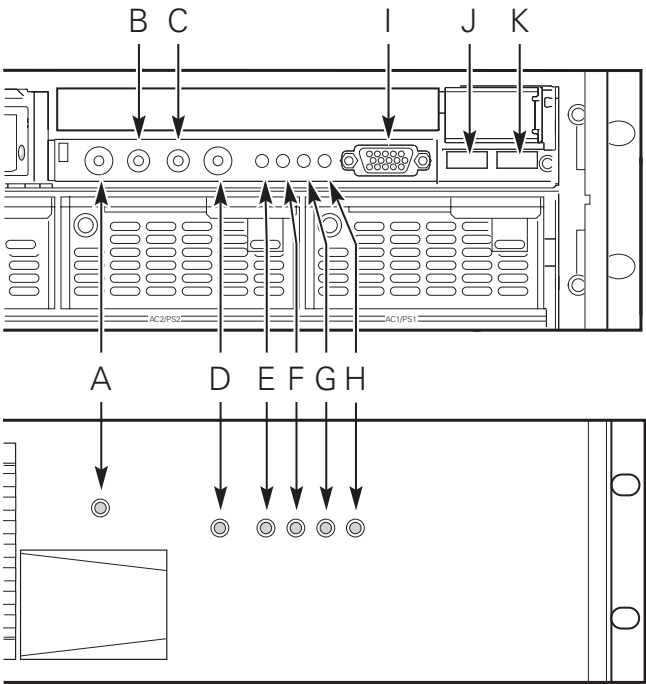

Abbildung 4. Bedienfeld
Abbildung 4 zeigt das vordere Bedienfeld des Serversystems. Auf dem vorderen Bedienfeld des Servers befinden sich die Statusanzeigen für den Systemstatus, Festplatten und die Netzteile.
5. Betätigen Sie den Netzschalter am vorderen Bedienfeld (A in Abbildung 4). Die Lüfter des Servers beginnen sich zu drehen und der POST wird gestartet.